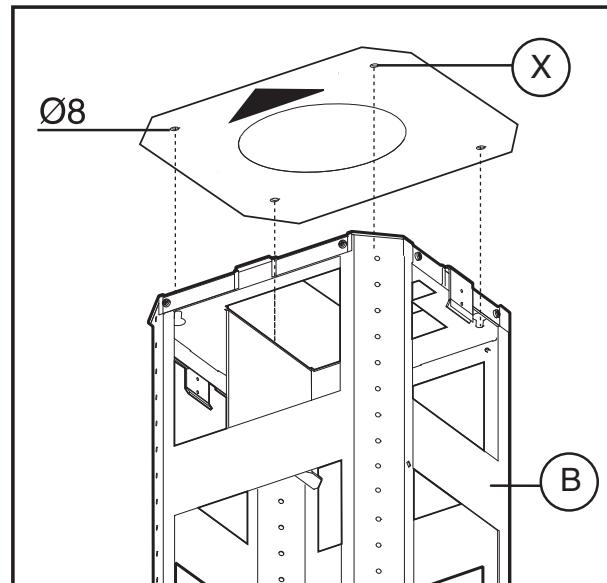

Fig.2
- Positionner le gabarit de forure au plafond en faisant attention à ce que la flèche soit positionnée du même côté que la commande de l'appareil (**Fig.2**). Effectuer les 4 trous Ø8 au plafond et visser 3 vis sans les serrer complètement et en prenant garde de ne pas insérer la vis dans le trou marqué par un **X** sur le gabarit de forure (les vis normales et les vis tamponnées doivent être appropriées au type de mur).